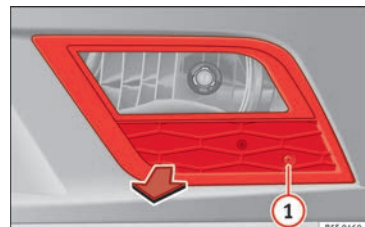

Abb. 212 Nebelscheinwerfer
- Entfernen Sie die Schraube » Abb. 212 ① mit einem Schraubendreher aus dem Gitter des Nebelscheinwerfers. »